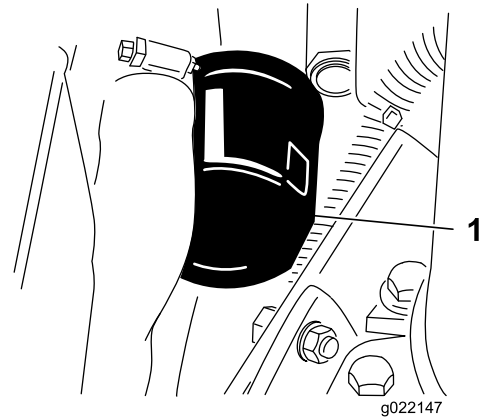

Figura 57
2. Retire o filtro do óleo (Figura 57).